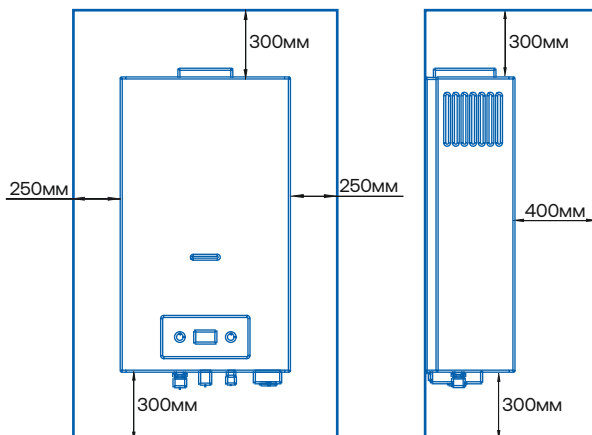

Рис.6
- ◆ Для удобства проведения работ по техническому обслуживанию водонагревателя оставьте свободное место по 250 мм с каждой стороны водонагревателя, 300 мм снизу и сверху и 400 мм спереди водонагревателя. (см. рис.6).